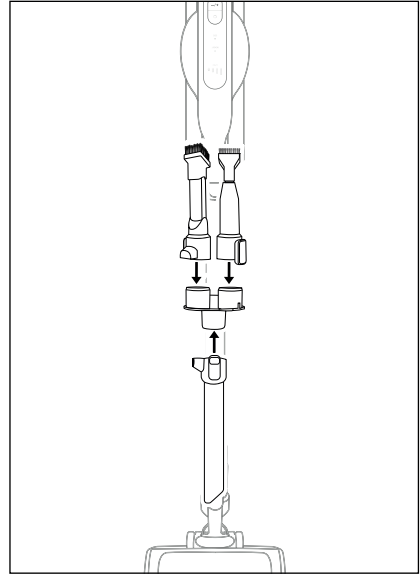

Fig. 20
- ◆ Retirez les accessoires de l'appareil et placez-les sur le support pour accessoires **17** pour les ranger (voir fig. 20).